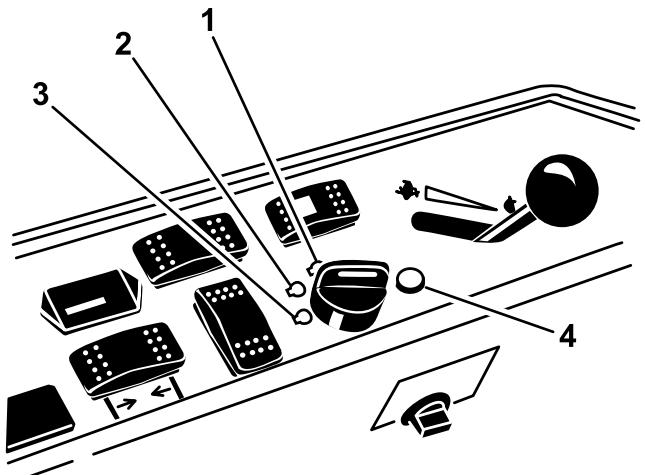

Figure 18
6. Tournez la clé dans le sens horaire à la position CONTACT (Figure 18).
3. Tournez la clé en position ARRÊT (Figure 18). Attendez l'arrêt de toutes les pièces mobiles avant de quitter la position d'utilisation.